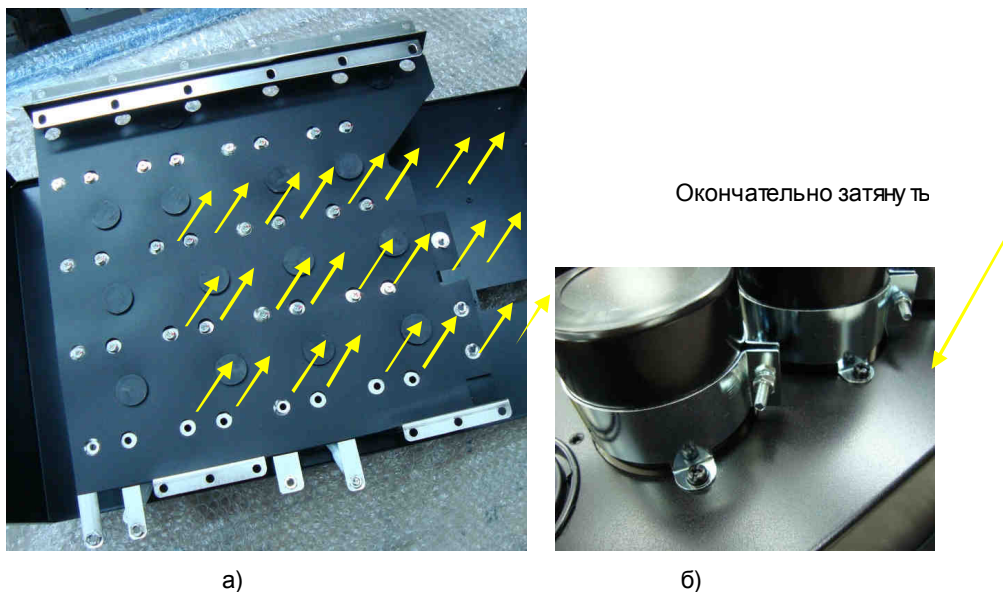

Рис. 7.17.
- установить шинную сборку на вводы конденсаторов, совместив вводы конденсаторов с отверстиями в шинах. Закрепить конденсаторы винтами (рис. 7.17а);
- перевернуть блок конденсаторов основанием вниз и окончательно затянуть гайки крепления хомутов (рис. 7.17б).